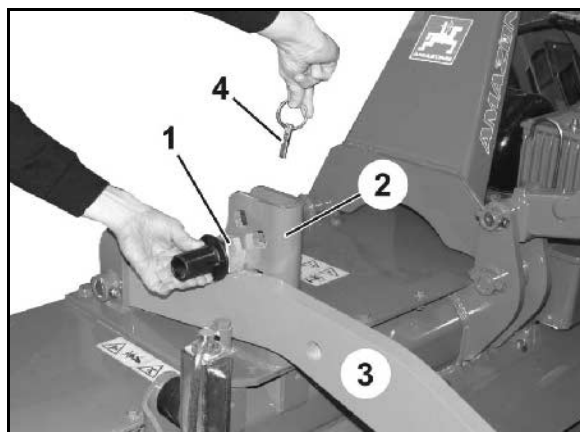

図25
1. カルチベータをトラクターの3点リンク油圧機構よりも僅かに高く持ち上げ、連結フレーム（図 25/3）が耕深調節ピン（図 25/1）の挿入プレート（図 25/2）の穴を塞がないようにします。
3. リンチピン（図 25/4）を外します。